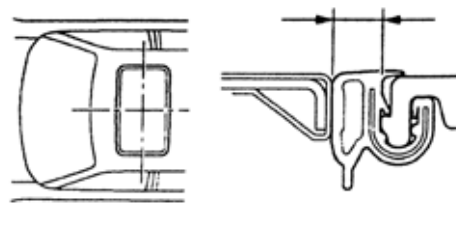

图 9-218
(2)检查滑动天窗(玻璃)和天窗板之间的公差,如图 9-218 所示。尺寸:(前端部和端部):  $6.7\text{mm}$ 。注意: 间隙必须非常精确。